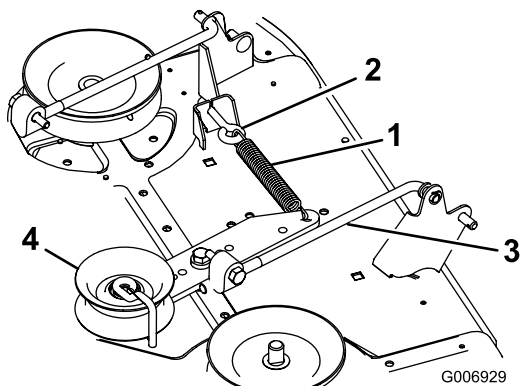

Figure 38
- Décrochez le ressort situé sur le bras de la poulie de tension de la patte du plateau de coupe (Figure 38).